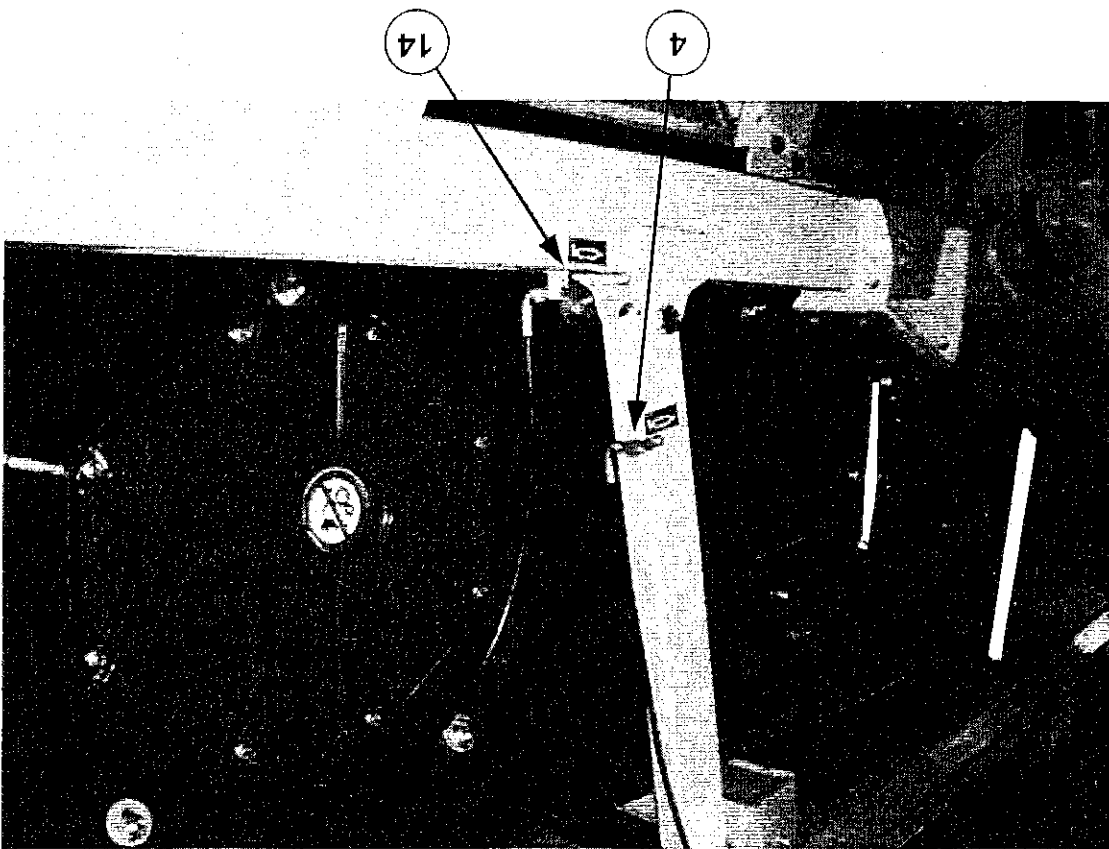

Fig. 8-4
- 4) Ingrassaggio cuscinetto motore del nastro alimentazione fig. 8-4 part. 4 q.tà 2
- 14) Ingrassaggio cuscinetto albero vibrante fig. 8-4 part. 14 q.tà 2